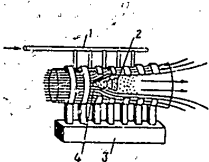

Рис. 3. Импульсный двигатель.
На рис. 3 показана схема импульсного двигателя с бегущей плазмой магнитным полем. В этом двигателе плазма ускоряется под действием магнитного «спирнуса», образующего последовательными разрядами серии конденсаторов на индукционные катушки, расположенные на длине двигателя. Работает он в такой же последовательности. С помощью специального устройства (1) плазма вводится в сопло. Серия конденсаторов с индукционными катушками (3) создает внутри сопла бегущее магнитное поле, так называемый магнит-